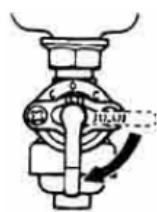

Рис. 3 (открыт)
2. Открыть топливный кран (рис. 3).